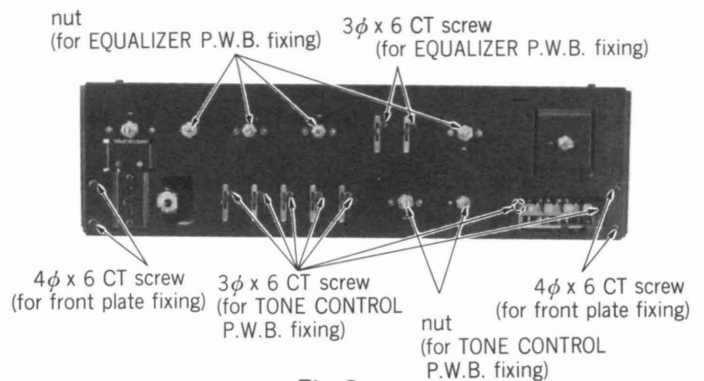

Fig. 3
- (3) Remove the two screws. (Fig. 3)
- (4) Remove the four nuts. (Fig. 3)
- (If replacement is difficult, remove the four screws of the front plate. (Fig. 3))
- (3) Remove the five screws and the two screws of the Front plate. (Fig. 3)
- (4) Remove the two nuts. (Fig. 3)
- (6) Remove the four screws of the Front plate. (Fig. 3)
- (3) Défaire les deux vis de fixation comme le montre la Fig. 3.
- (4) Défaire les quatre écrous comme le montre la Fig. 3.
- (Si l'on éprouve des difficultés pour réaliser ce remplacement, défaire les quatre vis de panneau avant comme le montre la Fig. 3.).
- (3) Défaire les cinq vis de fixation et les deux vis de fixation de panneau avant comme le montre la Fig. 3.
- (4) Défaire les deux écrous comme le montre la Fig. 3.
- (6) Défaire les quatre vis de fixation de la panneau avant comme le montre la Fig. 3.